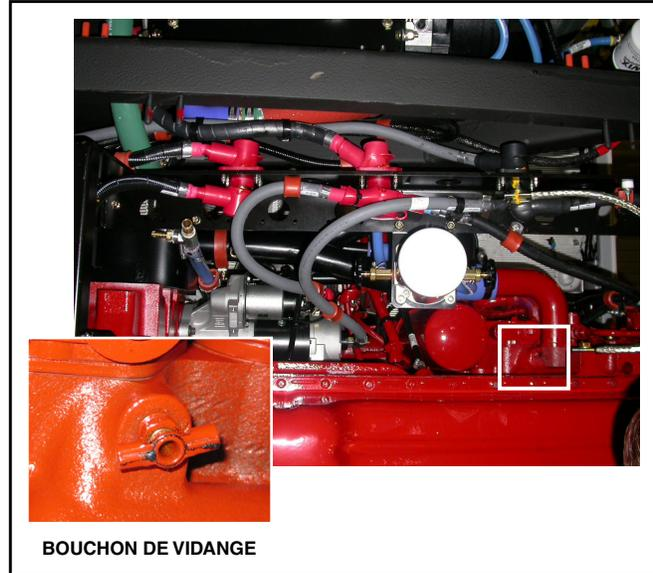

Figure 9 - Point de drainage de la pompe recirculatrice du moteur
- b. Enlever bouchon de vidange sur le tuyau d'entrée de la pompe recirculatrice du moteur. Voir Figure 9.